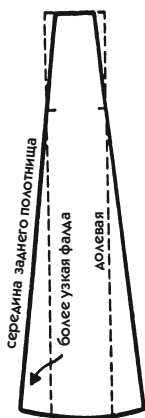

Рис. 239
4. *Можно прибавить шов по срединной линии.* Вернемся к модели с шестью швами и прибавим еще один. Почему бы и нет? Дополнительный шов по срединной линии заднего полотнища ничего не меняет в общем виде модели. Многие женщины хотят иметь на платьях и юбках шов сзади — он удобен для надевания через ноги, чтобы не нарушать прическу. При наличии заднего шва в него можно поместить часть вытачки, если речь идет о широкой юбке (для прямой юбки в этом нет необходимости). Однако половина фалды должна быть уже, чем другие, примерно на треть. Уменьшение делается потому, что на этом месте фалда всегда кажется больше (рис. 239).